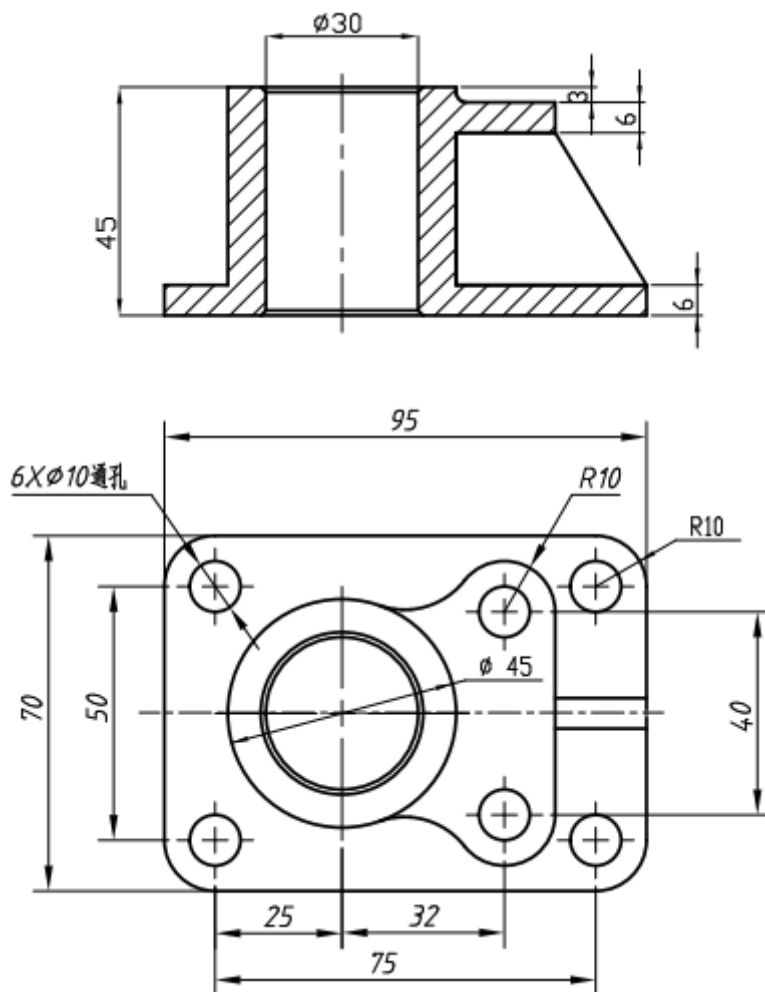

图3-12 支架
按照图3-12的要求，对支架零件进行产品造型、结构设计与3D打印。塑件材料：**ABS**。技术要求：
(1) 在F盘下建立考生文件夹，文件夹名称为考生准考证号。产品零件设计的结果文件保存于此文件夹中。
(2) 根据图3-12对产品进行造型，并对内部结构进行设计，文件名称为CPSJ3DDY
(3) 对产品设计的结果文件进行3D打印
(4) 对打印的零件进行后处理（含去支撑、粘接等）